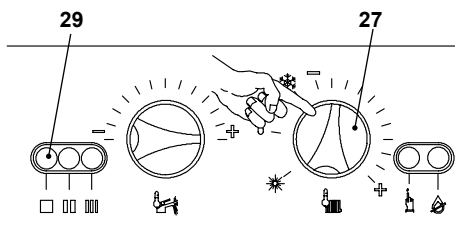

Figura 6.7
- Nel pannello comandi ruotare il selettore di funzione 27 come in Figura 6.7. La lampada di segnalazione lampeggia 29 ad intermittenza circa ogni 2 secondi.